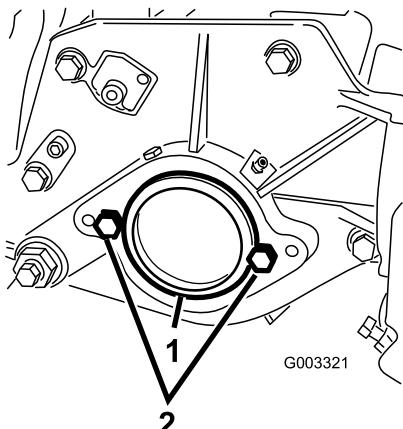

Figura 12
2. Na extremidade direita da unidade de corte, retire o tampão de plástico da caixa de rolamentos (Figura 12).
3. Retire os 2 parafusos da placa do lado direito (Figura 12).
2. Parafuso (2)
5. Instale os 2 parafusos de montagem do motor do cilindro na placa do lado esquerdo da unidade de corte (Figura 12).